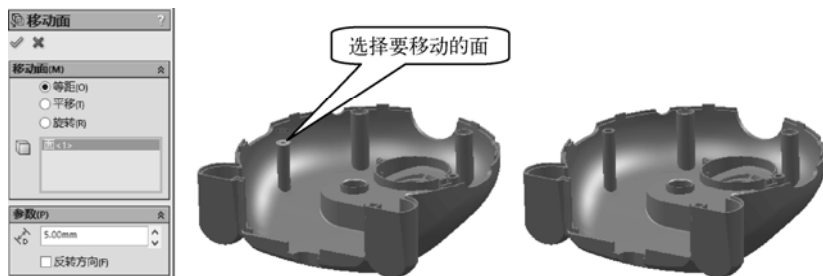

图 5-31 移动面操作
要执行“移动面”操作, 可单击“模型工具”工具条中的“移动面”按钮, 然后选择要移动的面, 并设置移动面的方式(如“等距”方式)和移动面的距离, 即可完成移动面操作, 如图 5-31 所示。
- “等距”方式: 要移动的面以等距的方式移动, 相邻面进行相应延伸或裁剪, 所谓“等距”是指要移动的面上的每一点与原面对应点的距离都相同, 如图 5-31 左图所示。